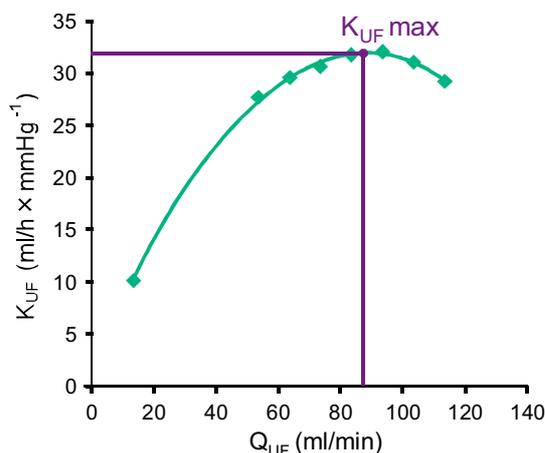

Fig. 11-23 Princípio da determinação da  $K_{UFmax}$
Para o cálculo da  $K_{UF}$  (consulte também a secção 13.10 Fórmulas (398)), o equipamento define o fluxo convectivo  $Q_{UF}$ , mede a PTM e calcula o coeficiente da ultrafiltração  $K_{UF}$ . A determinação da  $K_{UF}$  para valores  $Q_{UF}$  diferentes confere uma função parabólica típica (Fig. 11-23): a  $K_{UF}$  aumenta primeiro, até ao vértice da parábola (valor máximo) e, de seguida, reduz se a  $Q_{UF}$  continuar aumentada. Ao ajustar os valores determinados a uma curva de regressão ( $f(x) = Ax^2 + Bx + C$ ), o coeficiente da ultrafiltração máximo ( $K_{UFmax}$ ) e o fluxo convectivo correspondente ( $Q_{UF}$ ) podem ser derivados.